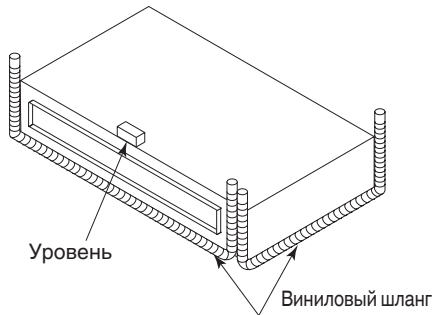

Рис. 3-12
- С помощью уровня или винилового шланга, заполненного водой, убедитесь, что блок установлен горизонтально. При использовании вместо уровня винилового шланга отрегулируйте верхнюю поверхность блока в соответствии с поверхностью воды на обоих концах винилового шланга и выполните регулировку блока по горизонтали. (В частности, одним из аспектов, который нужно проконтролировать, является то, что в случае установки блока с наклоном в другую сторону вместо направления дренажного трубопровода, это может привести к утечке.) (Рис. 3-12)